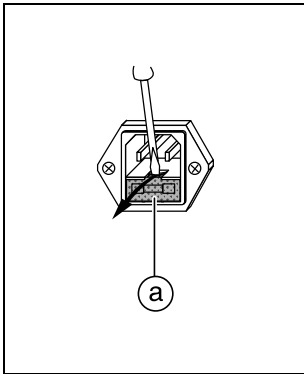

Fig. 5.1
Enlever la cartouche-fusible ① avec le support pour le fusible primaire ② et le fusible de réserve ③ (fig. 5.1).
Extraer la pieza inserta ① con montura para fusible primario ② y fusible de reserva ③ (Fig. 5.1).